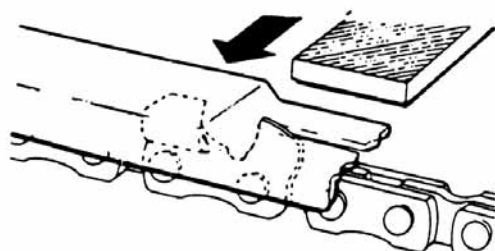

Fig. 4-3
- 3) Plasser understillingsmalen på rytteren. Hvis rytteren stikker ut, fil den ned til nivå med toppen av malen. Fil alltid fra innsiden av kjedet mot utsiden av saglenken. (Fig. 4-3)